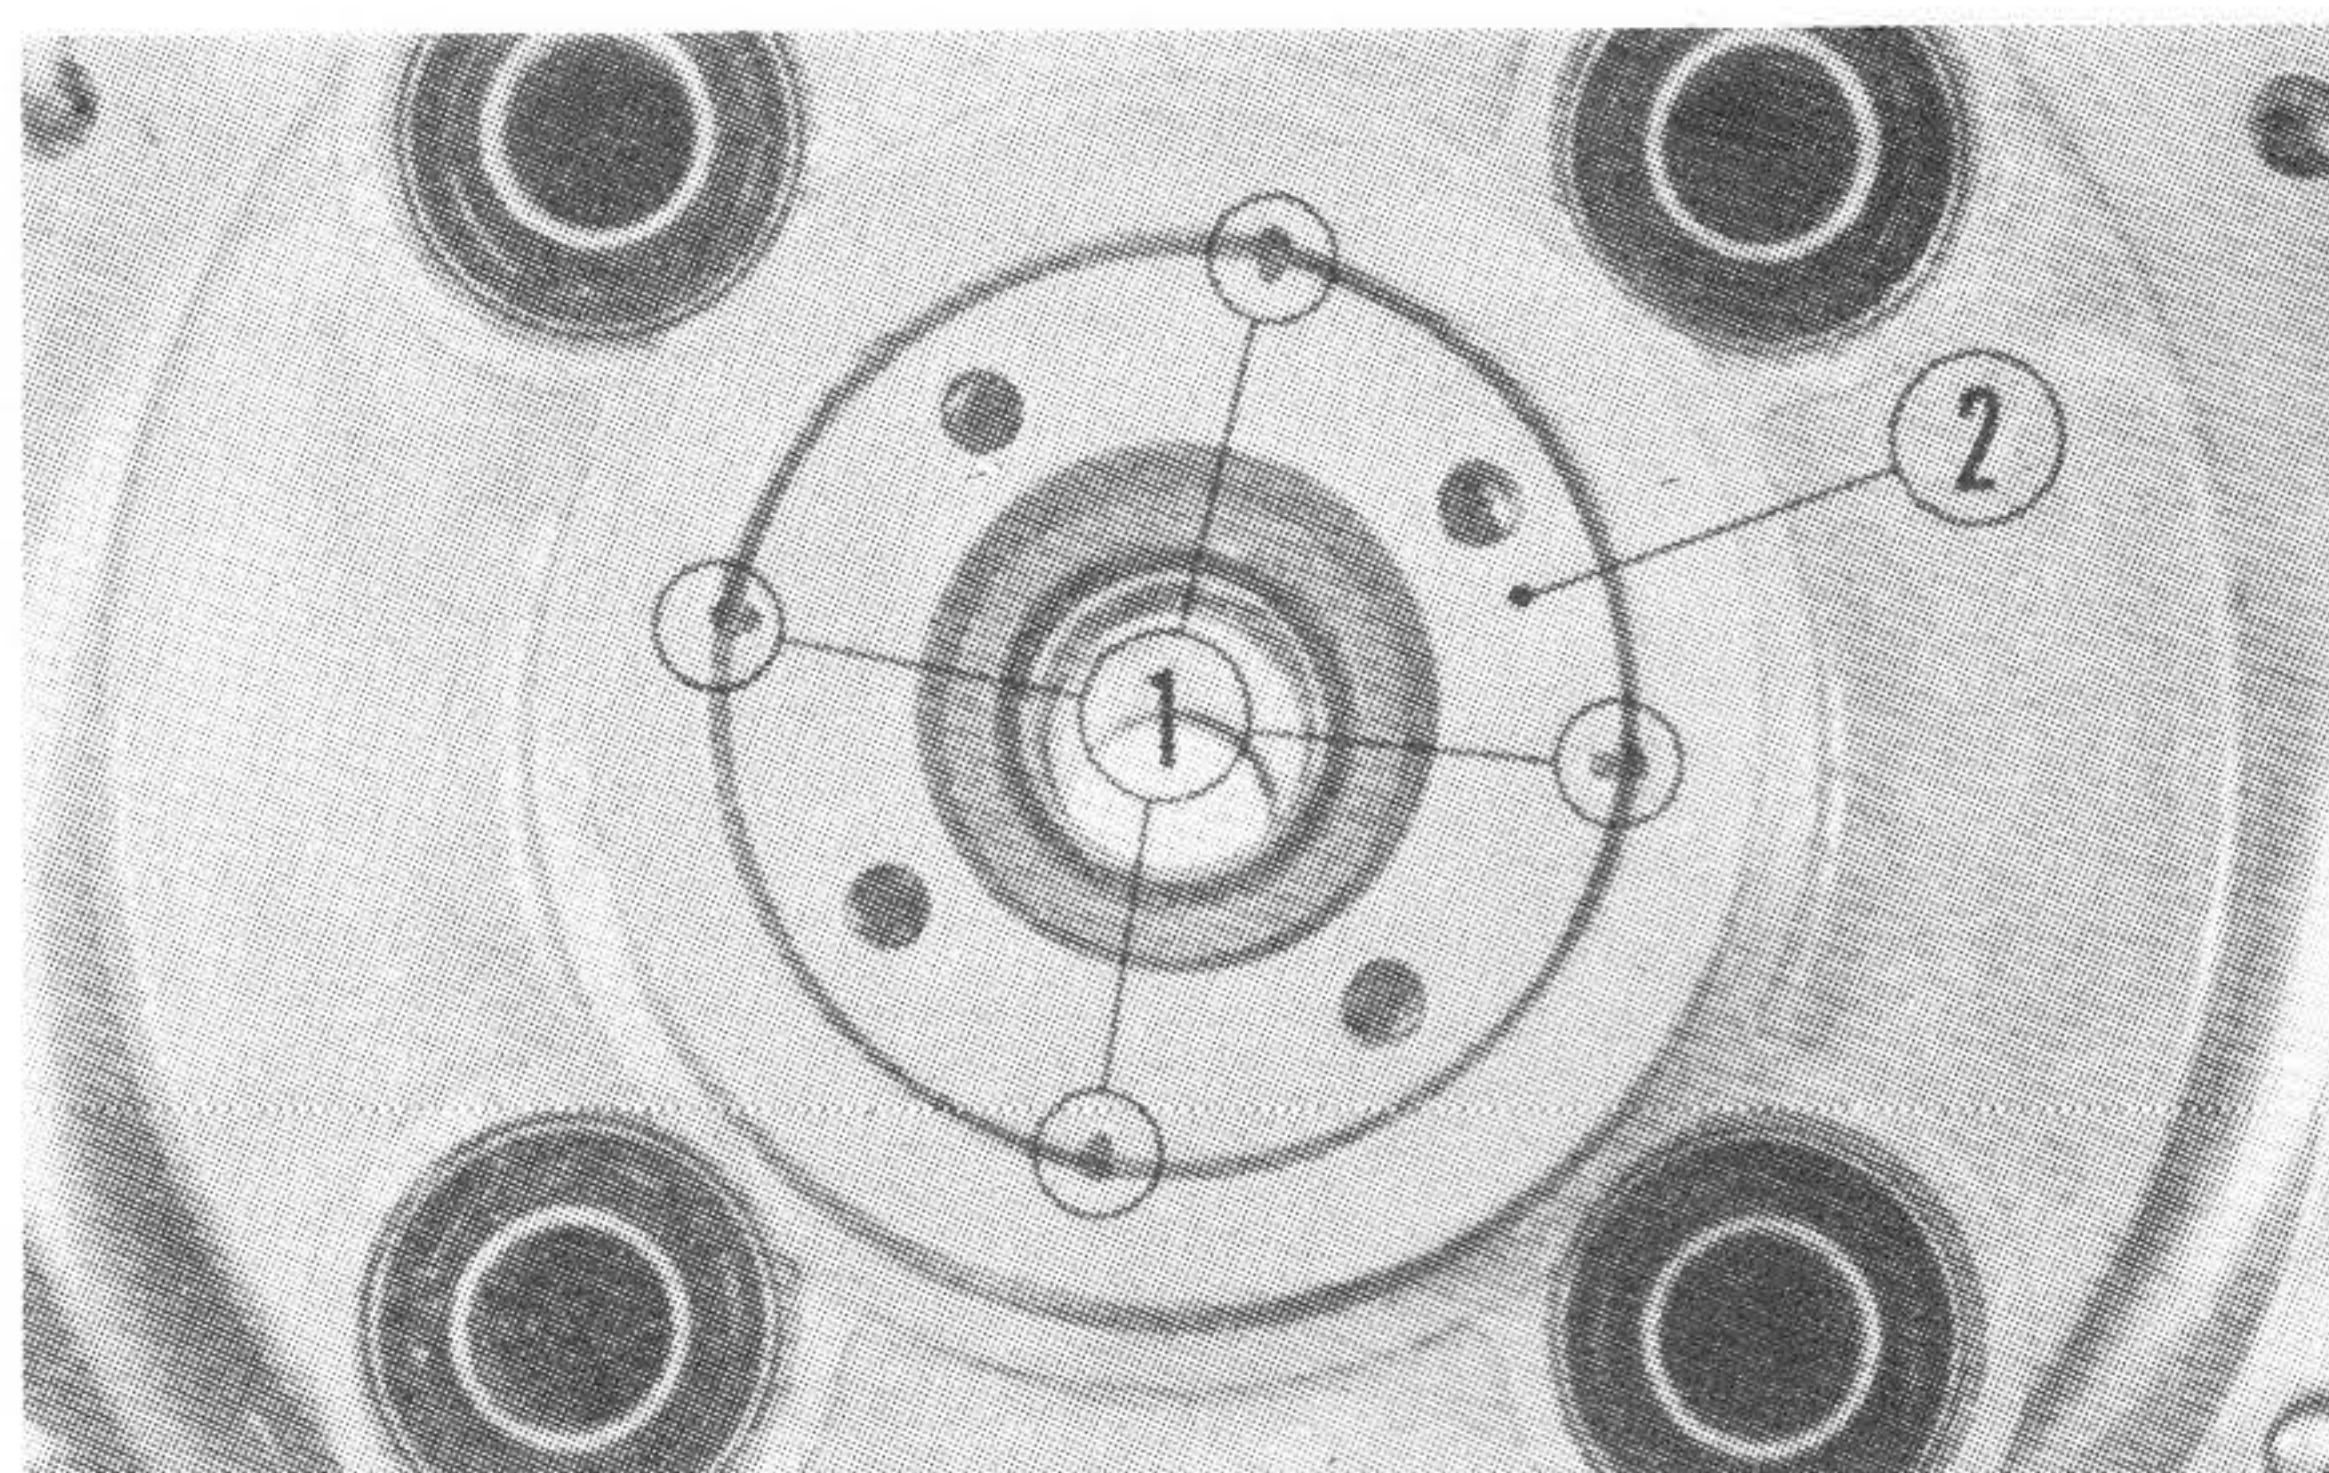

図 138 ①ポンチかしめ ②ベアリングリテーナー
- a. 締付け後, 図138のように4ヶ所ポンチかしめをする。